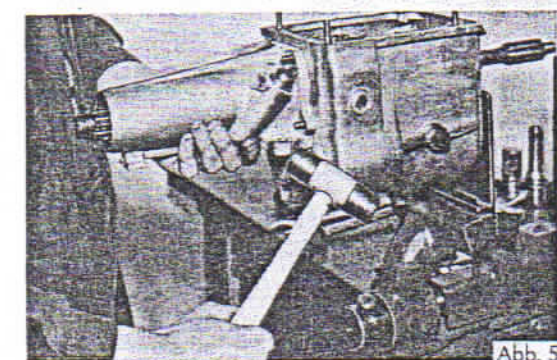

Abb. 5
6. Befestigungsmuttern und Schlitzschraube (unten) für Tachometergehäuse abschrauben und Gehäuse unter leichten Schlägen mit Kunststoffhammer lockern und abziehen (Abb. 5).